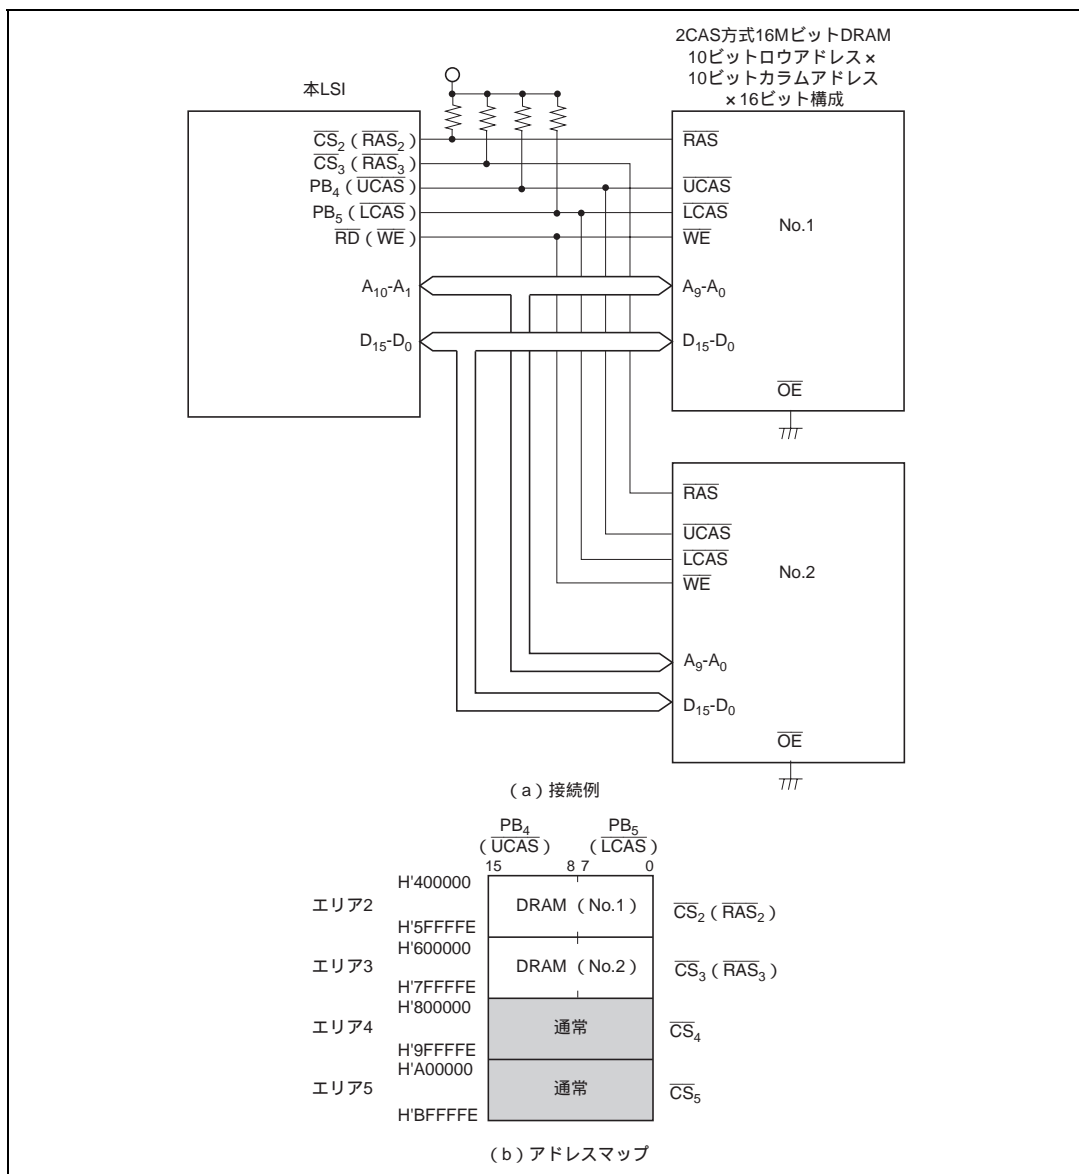

図 6.31 ×16 ビット構成(2CAS 方式)の 16M ビット DRAM の接続例とアドレスマップ
- (1) 図6.31に×16ビット構成(2CAS方式)の16MビットDRAMを2個使用する場合の接続例とそのアドレスマップを示します。本例では10ビットロウアドレス×10ビットカラムアドレスのタイプのものを使用しています。エリア2~5をDRAM空間に設定することにより最大4個のDRAMを接続できます。